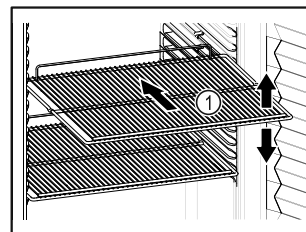

Fig. 58
- Si los estantes de rejilla Fig. 58 (1) se pueden colocar en distintas posiciones, ajustarlos en altura.